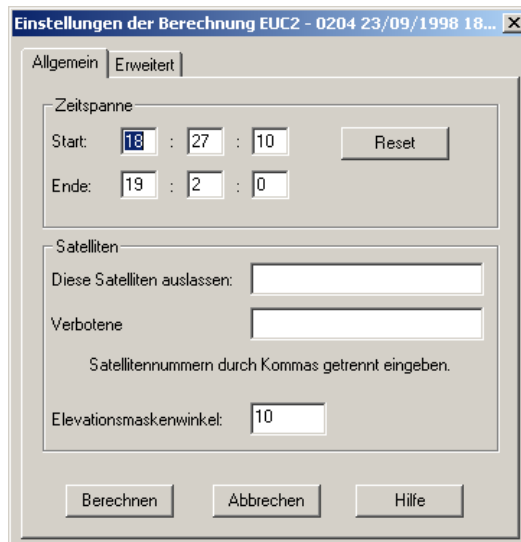

Abbildung 5.14. Dialogfeld "Einstellungen der Berechnung" - Registerkarte "Allgemein"
2. Wählen Sie **Berechnung läuft** aus dem Menü über die rechte Maustaste, um das Dialogfeld **Einstellungen der Berechnung**, Registerkarte **Allgemein** zu öffnen (Abbildung 5.14).